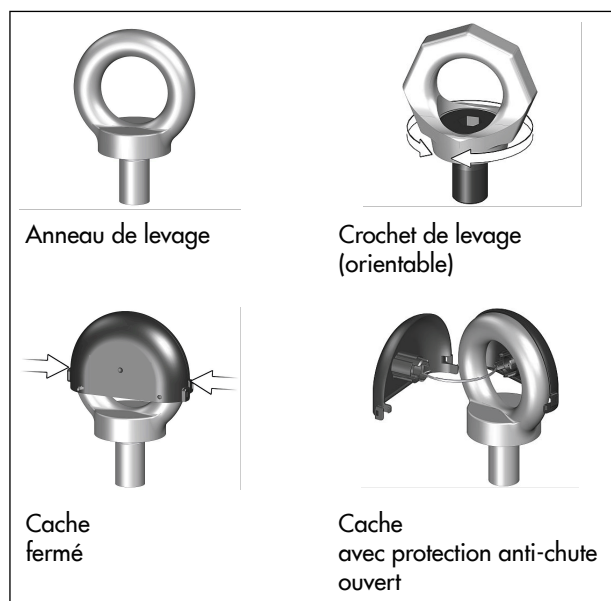

Fig. 13 : Protection anti-chute au niveau de l'anneau de levage/crochet de levage
1. Appuyer légèrement sur les deux clips d'attache situés de chaque côté du cache de l'anneau de levage pour l'ouvrir et le retirer, cf. Fig. 13.
6. Une fois le montage effectué : retirer les élingues de levage puis rattacher et fermer le cache de l'anneau de levage, cf. Fig. 13.